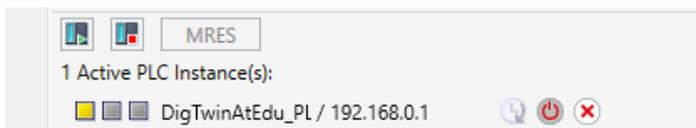

figura 11: Status do CLP virtual, nenhum programa de CLP disponível
- Agora o CLP virtual deverá estar disponível e o status, conforme mostrado na figura 11, deverá ser exibido: